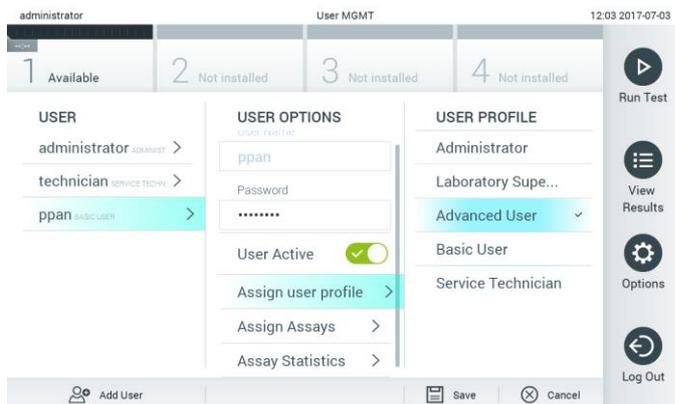

Figure 49. Attribuer des profils d'utilisateur aux utilisateurs.
- Assign User Profile (Attribuer le profil d'utilisateur) : permet d'attribuer un profil d'utilisateur différent pour cet utilisateur [p. ex. Administrator (Administrateur), Laboratory Supervisor (Superviseur de laboratoire), Advanced User (Utilisateur avancé), Basic User (Utilisateur basique)]. Sélectionnez le profil d'utilisateur approprié dans la liste à droite de la zone de contenu (figure 49).